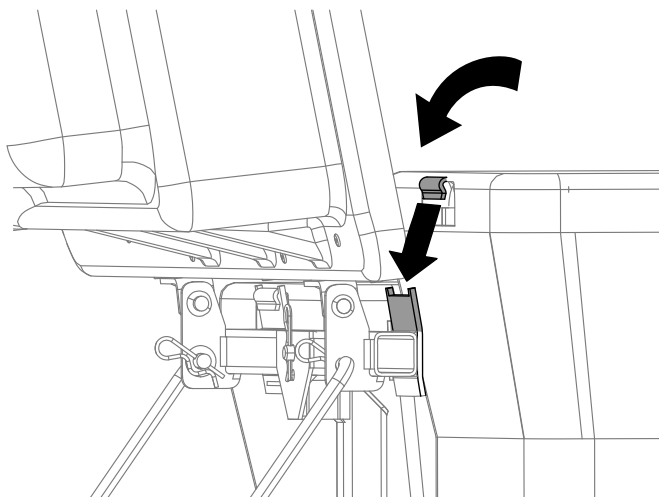

Figura 21
4. Alzate il coperchio del sistema di raccolta e inserite i cestri facendo scorrere i ganci del telaio dei cestri sulle staffe di ancoraggio (Figura 21).